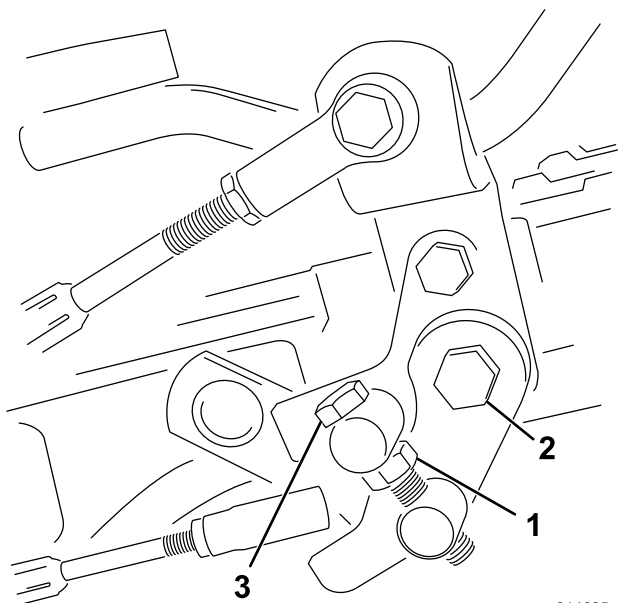

Bild 53
1. Lösen Sie die Klemmmutter an der Drehzapfenkopfschraube (Bild 53).
4. Ziehen Sie die Sicherungsmutter an der Drehzapfenkopfschraube und die Mutter am Pedalgelenk fest, um die Einstellung zu arretieren (Bild 53). Prüfen Sie die Einstellung und nehmen Sie ggf. eine weitere Einstellung vor.